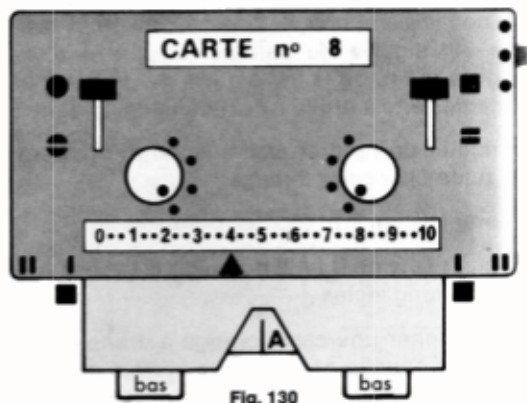

Fig. 130
- Régler le chariot comme fig.130. Enfiler la laine dans le guide-fil,